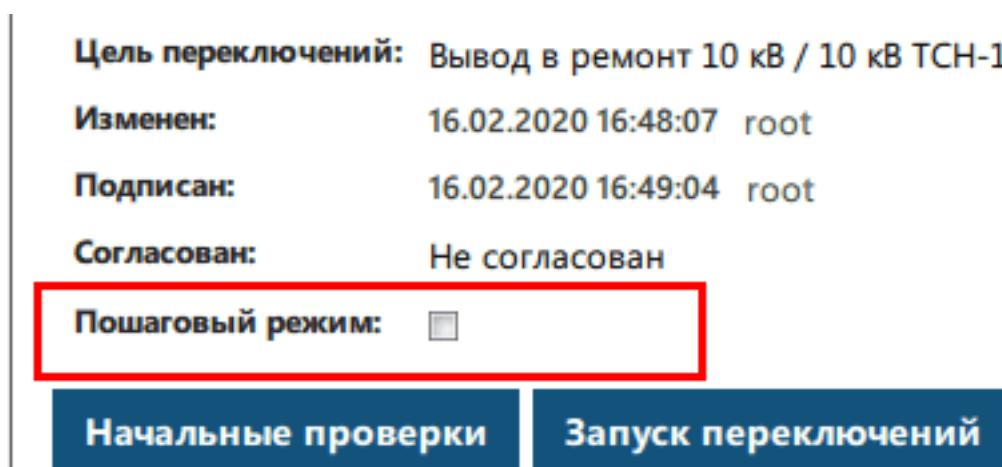

Рисунок 144 - Пошаговый режим
1. Выберите **Пошаговый режим** (по требованию) (Рисунок 144). При пошаговом режиме после каждой успешной операции требуется нажимать на кнопку **Продолжить** для перехода к следующей операции.